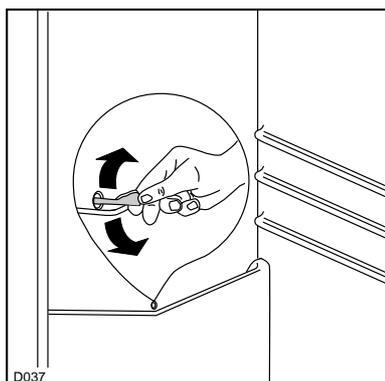

Fig. 13
Le dégivrage du compartiment réfrigérateur s'effectue automatiquement, à chaque arrêt du compresseur. L'eau de dégivrage est évacuée dans un bac situé à la partie arrière de l'appareil où elle s'évapore sans intervention (Fig. 13).
**Nettoyez régulièrement l'orifice d'écoulement de l'eau de dégivrage du réfrigérateur (Fig. 13) avec la barrette se trouvant dans l'orifice.**